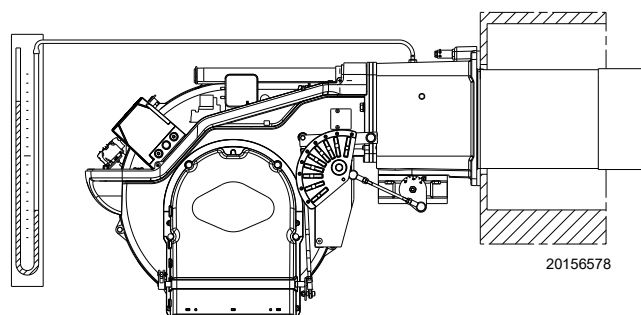

Fig. 30
- Monter un manomètre en U (Fig. 30) sur la prise de pression du gaz du manchon. Il sert à mesurer approximativement la puissance MAX. du brûleur, à l'aide du Tab. J.
L'arrivée de gaz au manchon est mise en évidence sur le manomètre en U (Fig. 30). Une fois l'allumage réalisé, passer au réglage complet du brûleur.